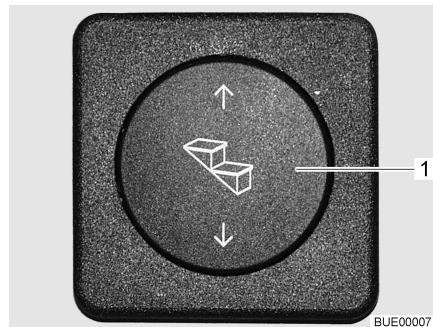

Fig. 1 Commutateur de commande du marchepied
- Appuyer sur le commutateur à bascule (Fig. 1,1) vers le bas jusqu'à ce que le marchepied soit entièrement sorti.
- Appuyer sur le commutateur à bascule (Fig. 1,1) vers le haut jusqu'à ce que le marchepied soit entièrement ressorti.